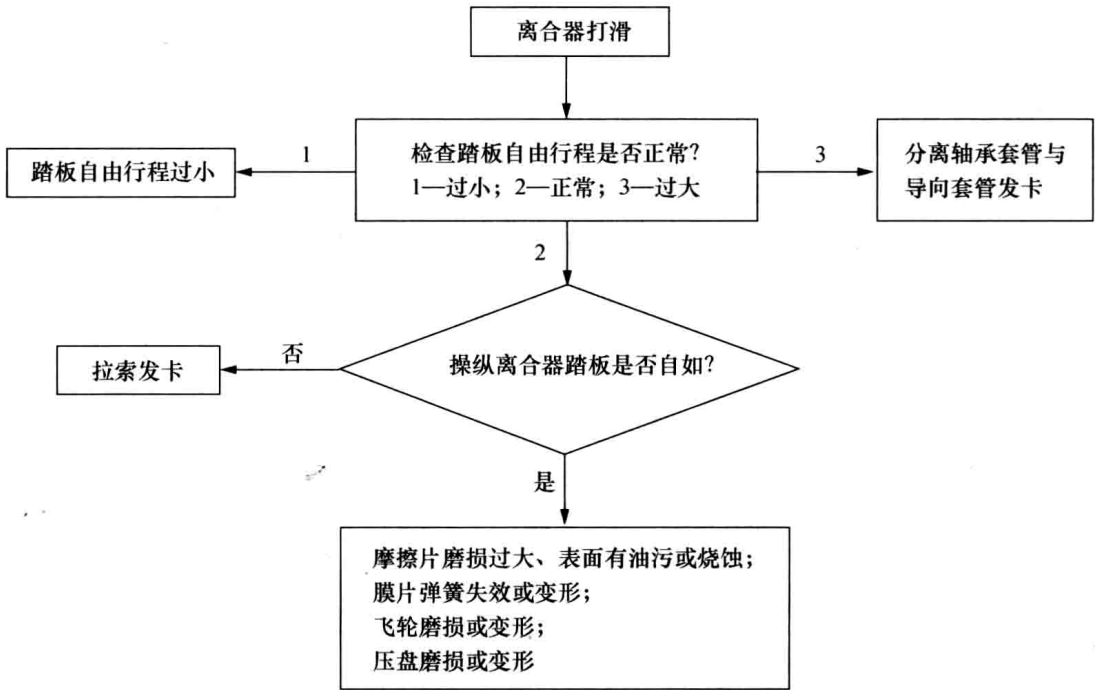

图 1-4 离合器打滑的故障诊断流程
(1) 做起步实验。汽车停放在平地上, 拉紧手制动, 挂上起步挡, 汽车不能感到有正常起步的那种阻力, 而且发动机没有任何熄火的现象。
(2) 做加速实验。汽车按正常的行驶方法进行行驶, 驾驶员明显感到汽车不能随发动机的转速提升而加速, 甚至可能出现异常的焦味, 有时可能车速会出现降低的现象。
(3) 故障确诊后, 可按图 1-4 所示流程诊断并排除故障。在诊断过程中要注意检查离合器压盘和摩擦片的磨损和变形情况, 若超出规定的技术要求必须及时维修或更换。如捷达轿车离合器的从动盘摩擦片铆钉头最小深度为 0.3 mm, 在摩擦片外边缘 2.5 mm 处端面跳动量不应大于 0.5 mm, 压盘向内扭曲量最大不应大于 0.20 mm, 超过极限值则应更换。